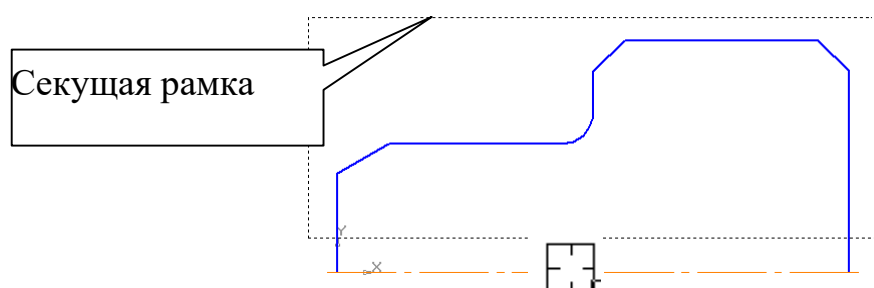
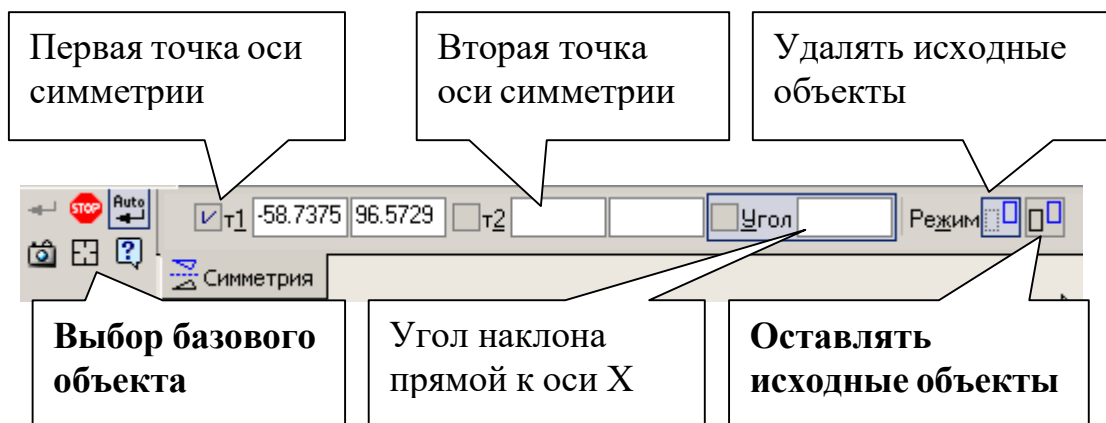
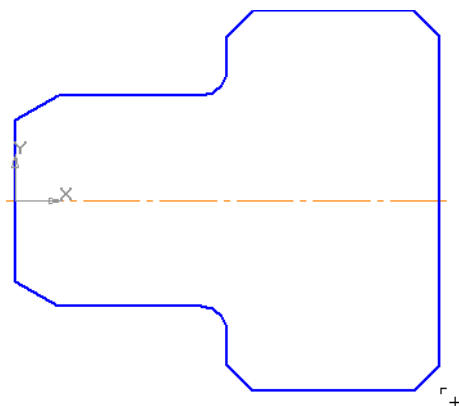

Рис. 9
Рис. 10
Рис. 11
- очерк нижней части детали, используя команду *Симметрия*, рис. 11;
- Команда **Симметрия** становится активной после выделения необходимых объектов, поэтому нажмите **Выделить – Секущей рамкой** . Расположите рамку выше осевой линии, рис. 9. В этом случае не произойдет выделение осевой линии.
Нажмите кнопку **Симметрия** на панели **Редактирование** . Строка параметров (вместе с панелью специального управления) примет вид, показанный на рис. 10.
Кнопка **Оставлять исходные объекты** активна. На панели специального управления нажмите кнопку **Выбор базового объекта**, рис. 10, курсором укажите осевую линию, рис. 9, и получите изображение, показанное на рис. 11.
На панели **Редактирование** сделайте активной команду **Симметрия** . В строке параметров включите режим **Удалить исходные объекты** , рис. 10, на панели специального управления нажмите **Выбор базового объекта** и укажите курсором построенную вспомогательную прямую.